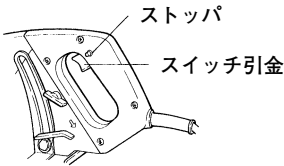

図 10
4. スイッチは引金を引くと入り、ストッパ(図10)を押すと指を離してもスイッチは入ったままになっており、連続運転に便利です。